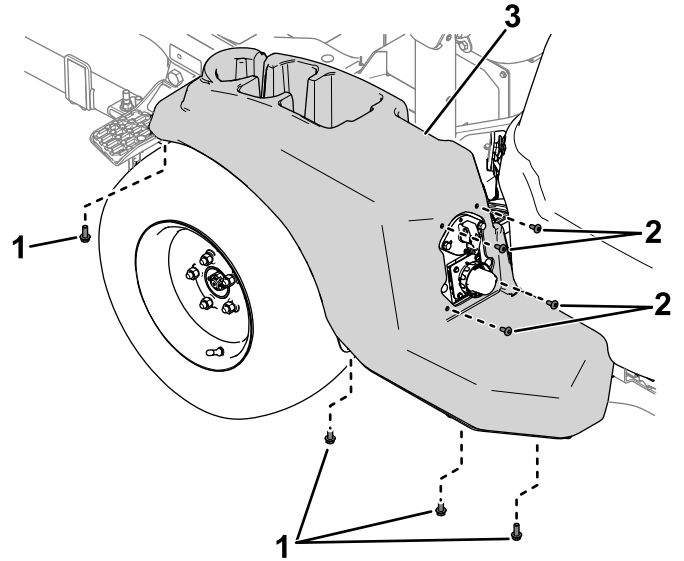

Figura 4
- Conector identificado com **P03**: Liga ao conector da entrada CA (AC) identificada com P02 (AC CHARGE PORT).
3. Utilize os parafusos removidos anteriormente para prender a cobertura no lado esquerdo da máquina (Figura 4).